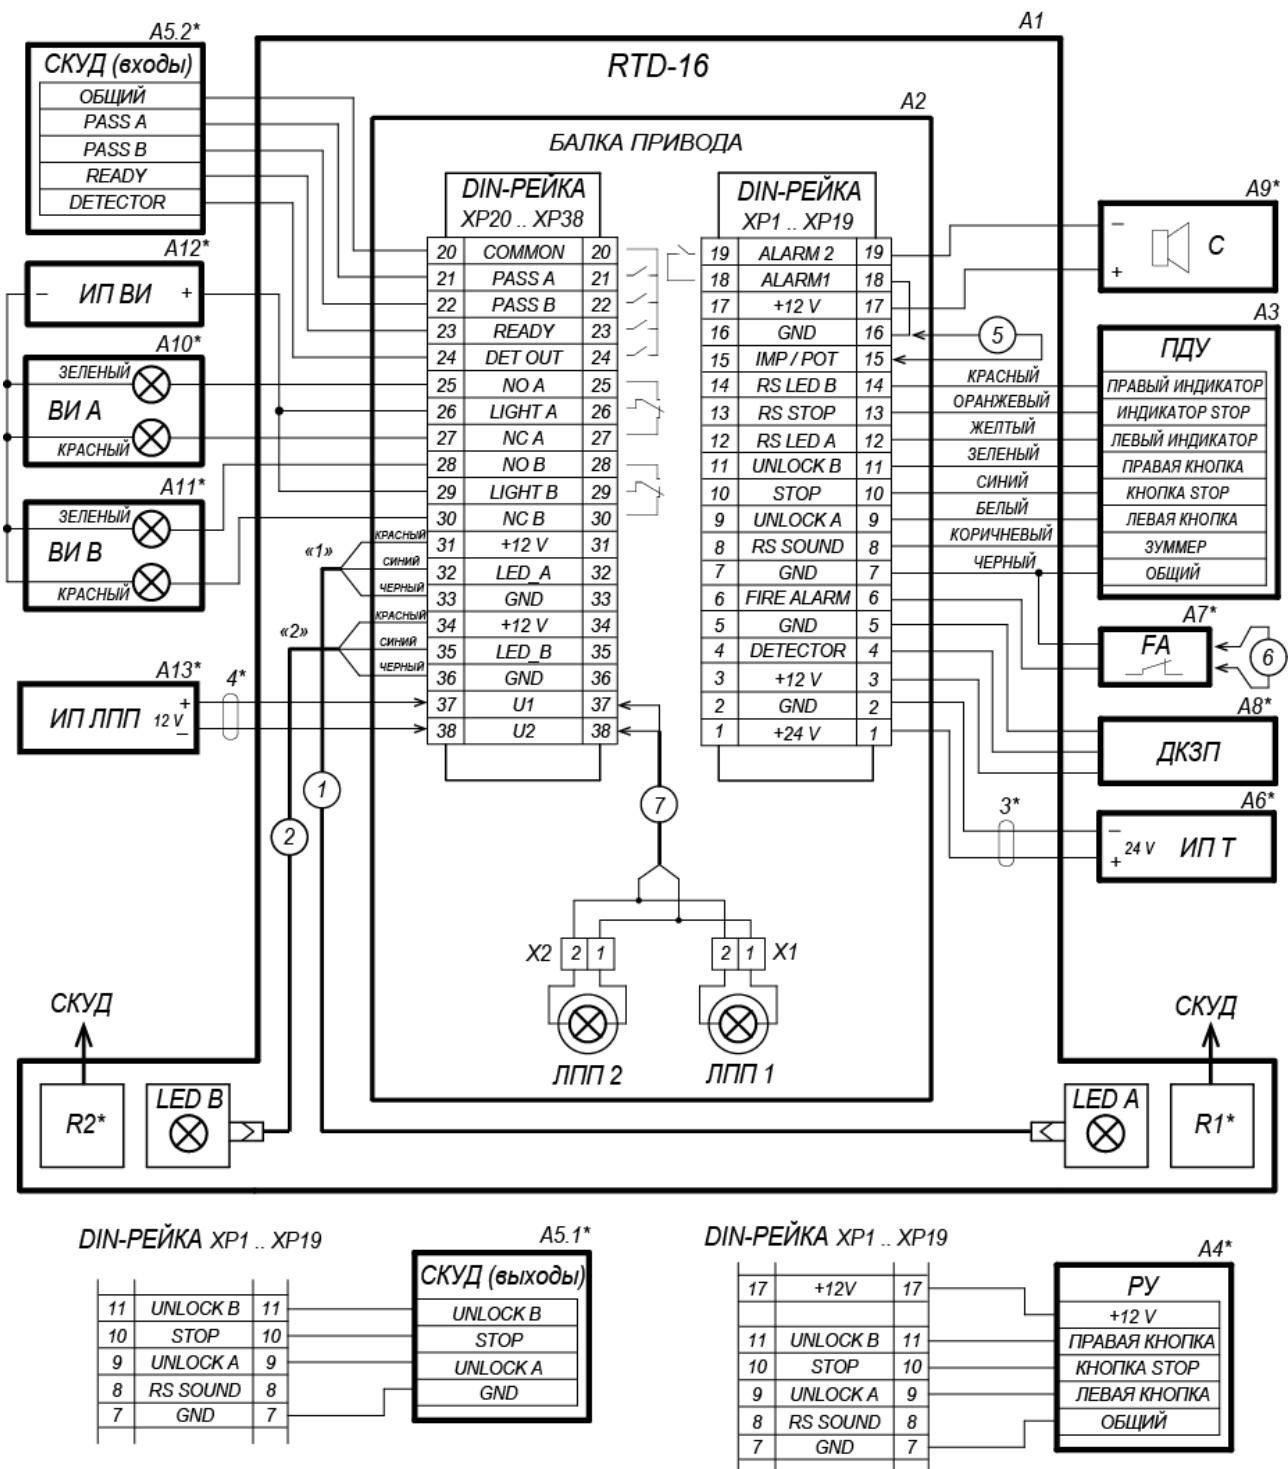
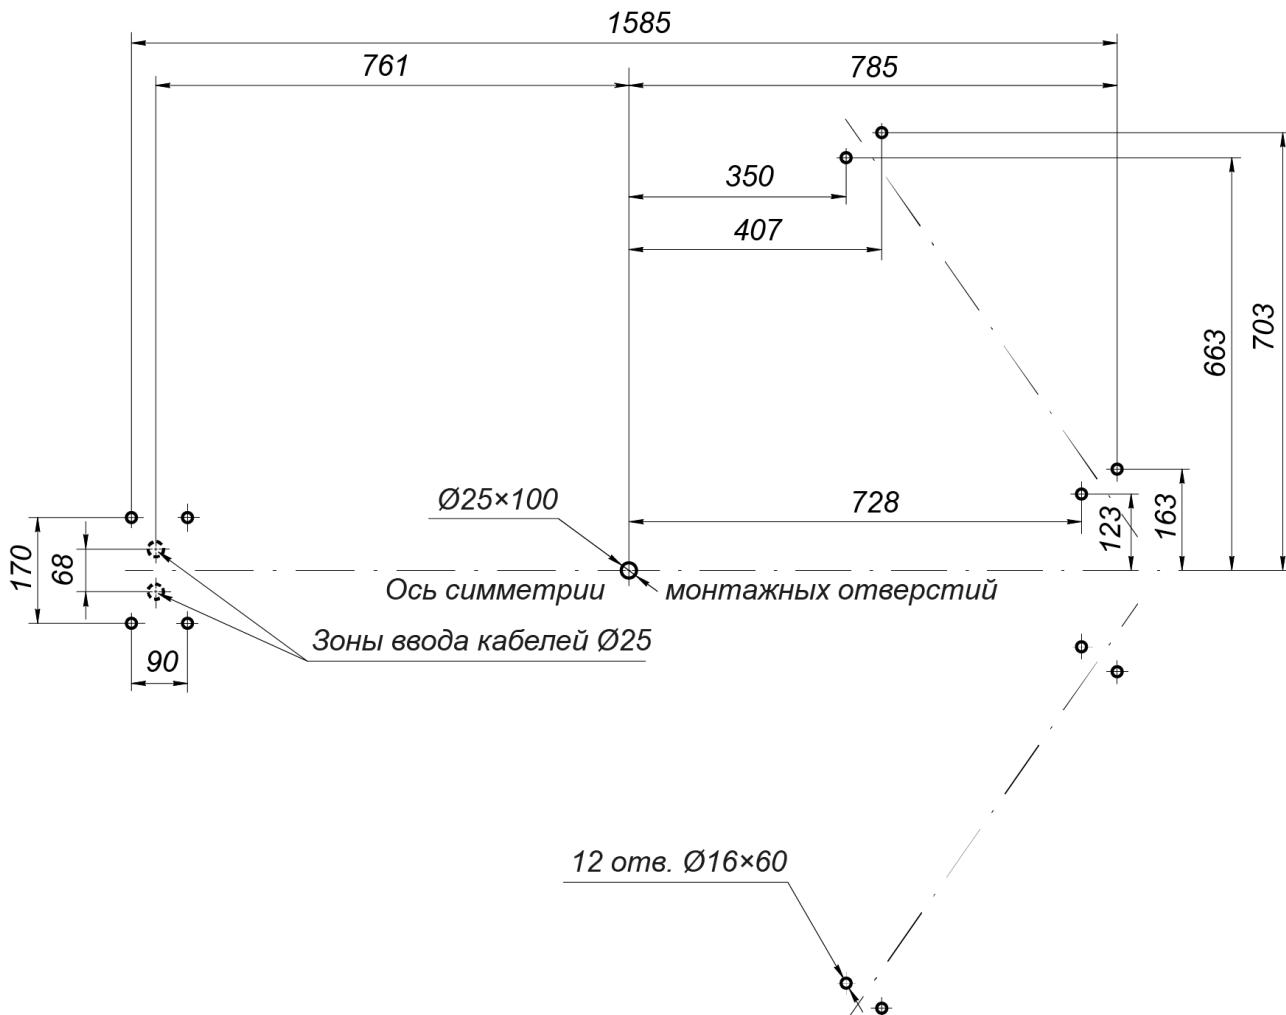
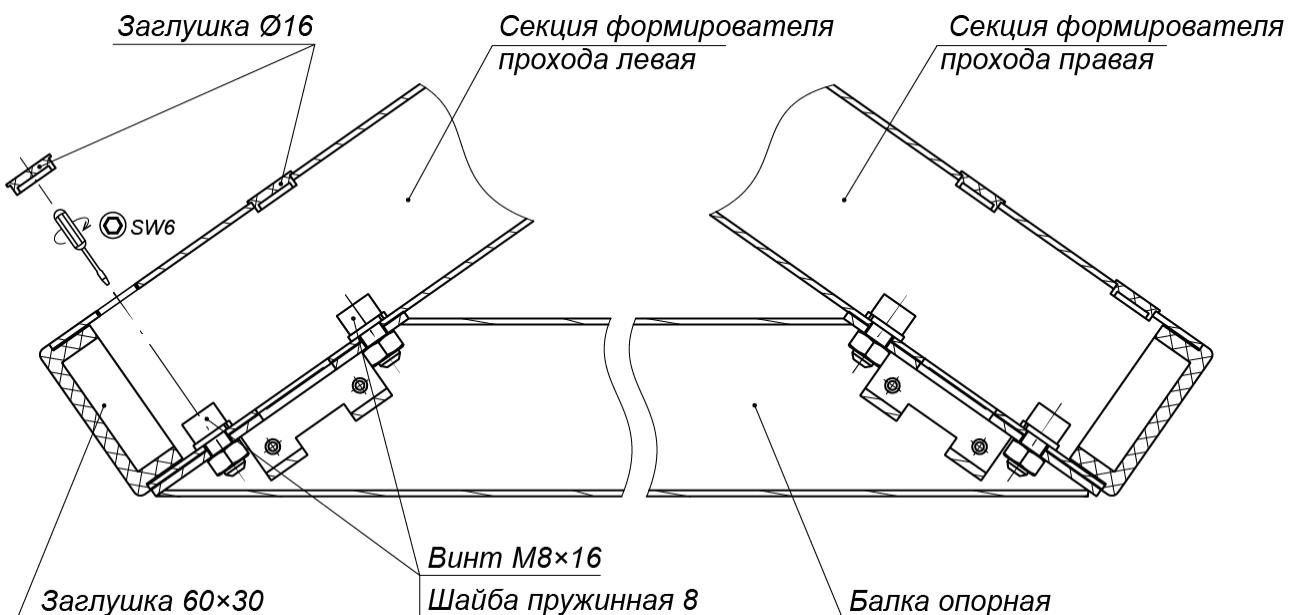

Рисунок 11. Схема подключения турникета и дополнительного оборудования¹
Рисунок 12. Схема разметки для монтажа турникета
Рисунок 13. Крепление балки опорной (7) к секциям (6) формирователя прохода
На наклейке изображена схема подключений турникета и дополнительного оборудования, аналогичная приведенной на рис. 11.
- Произведите монтаж ИП турникета и при необходимости ИП ЛПП на отведенных для них местах и подключите к ним соответственно кабели питания турникета (13) и ЛПП.
- Выполните на установочной поверхности разметку отверстий для монтажа турникета в соответствии с рис. 12.
- Установите секции (6) формирователя прохода на установочную поверхность, ориентируя отверстия в опорных фланцах по расположению анкеров. При этом левая и правая секции должны быть правильно выставлены и сориентированы: блоки индикации формирователей должны быть развернуты от оси симметрии (см. рис. 12) и учтено расположение на секциях мест крепления опорной балки (см. рис. 13).
9. Установите балку опорную (7) на секции (6) формирователя прохода:
- Закрепите балку опорную на секциях формирователя прохода четырьмя болтами M8×16 (ключ SW6) из комплекта сборочно-монтажных принадлежностей (ящик №5). При уличном монтаже стыки опорной балки с секциями формирователя прохода рекомендуется герметизировать, используя атмосферостойкий силиконовый герметик по инструкции производителя (см. рис. 13).
10. Распакуйте стойку с преграждающими планками (5) (ящик №5).
11. Установите стойку с преграждающими планками (5) (работайте вдвоем!):
- Для варианта прокладки кабелей питания и управления через кабельные каналы в установочной поверхности снизу: положите стойку с преграждающими планками (5) на установочную поверхность таким образом, чтобы опорный фланец находился рядом с зоной отверстия A. Затем, используя монтажную проволоку, протяните кабели через нижнее отверстие в преграждающей стойке со стороны фланца вверх по стойке до ее верхнего отверстия. Выпуск кабелей на выходе из верхнего отверстия должен составлять 0,8 - 1,0 м. Временно зафиксируйте концы кабелей на верхней планке преграждающей стойки (к примеру, с помощью липкой ленты).
- Установите стойку с преграждающими планками на отверстия с анкерами в установочной поверхности по оси симметрии, при этом фланец должен встать на зону A, а место нижнего узла вращения (3) – на отверстие с анкером M16 (см. рис. 12).
- Проверьте вертикальность положения ротора с помощью уровня. При необходимости устраните отклонение от вертикальности путем смещения балки привода (8) в пределах допуска монтажных отверстий под шпильки и болты. Окончательно затяните болты и гайки крепления балки привода.
17. Окончательно затяните анкерные болты крепления к установочной поверхности опорных фланцев стойки с преграждающими планками (5) и фланцев секций (6) формирователя прохода. При возникновении перекосов в силовых элементах конструкции турникета допускается использовать монтажные прокладки.
19. Закройте пластиковыми заглушками Ø16 отверстия для болтов соединения секций ротора (2) и отверстия крепления балки опорной (7) к секциям (6) формирователя прохода (см. рис. 13 и 20).
- Выполните в балке привода (8) демонтаж заглушки, отвинтив 4 винта M4.
- Подключите ЛПП и кабель питания ЛПП к клеммным колодкам и DIN-рейке в соответствии со схемой соединений (см. рис. 11).